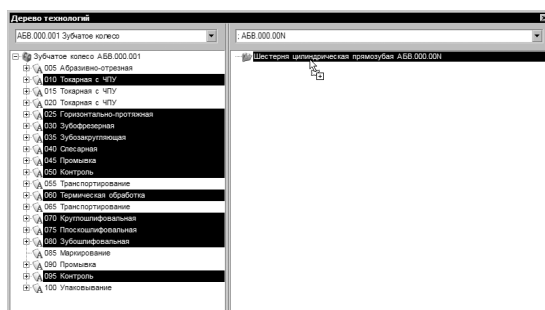

Рисунок 122
– 050, 060, 070-080 и 095. Не отпуская левой кнопки мыши, перетяните выделенные операции в правую часть окна на наименование нового ТП (рис. 122).